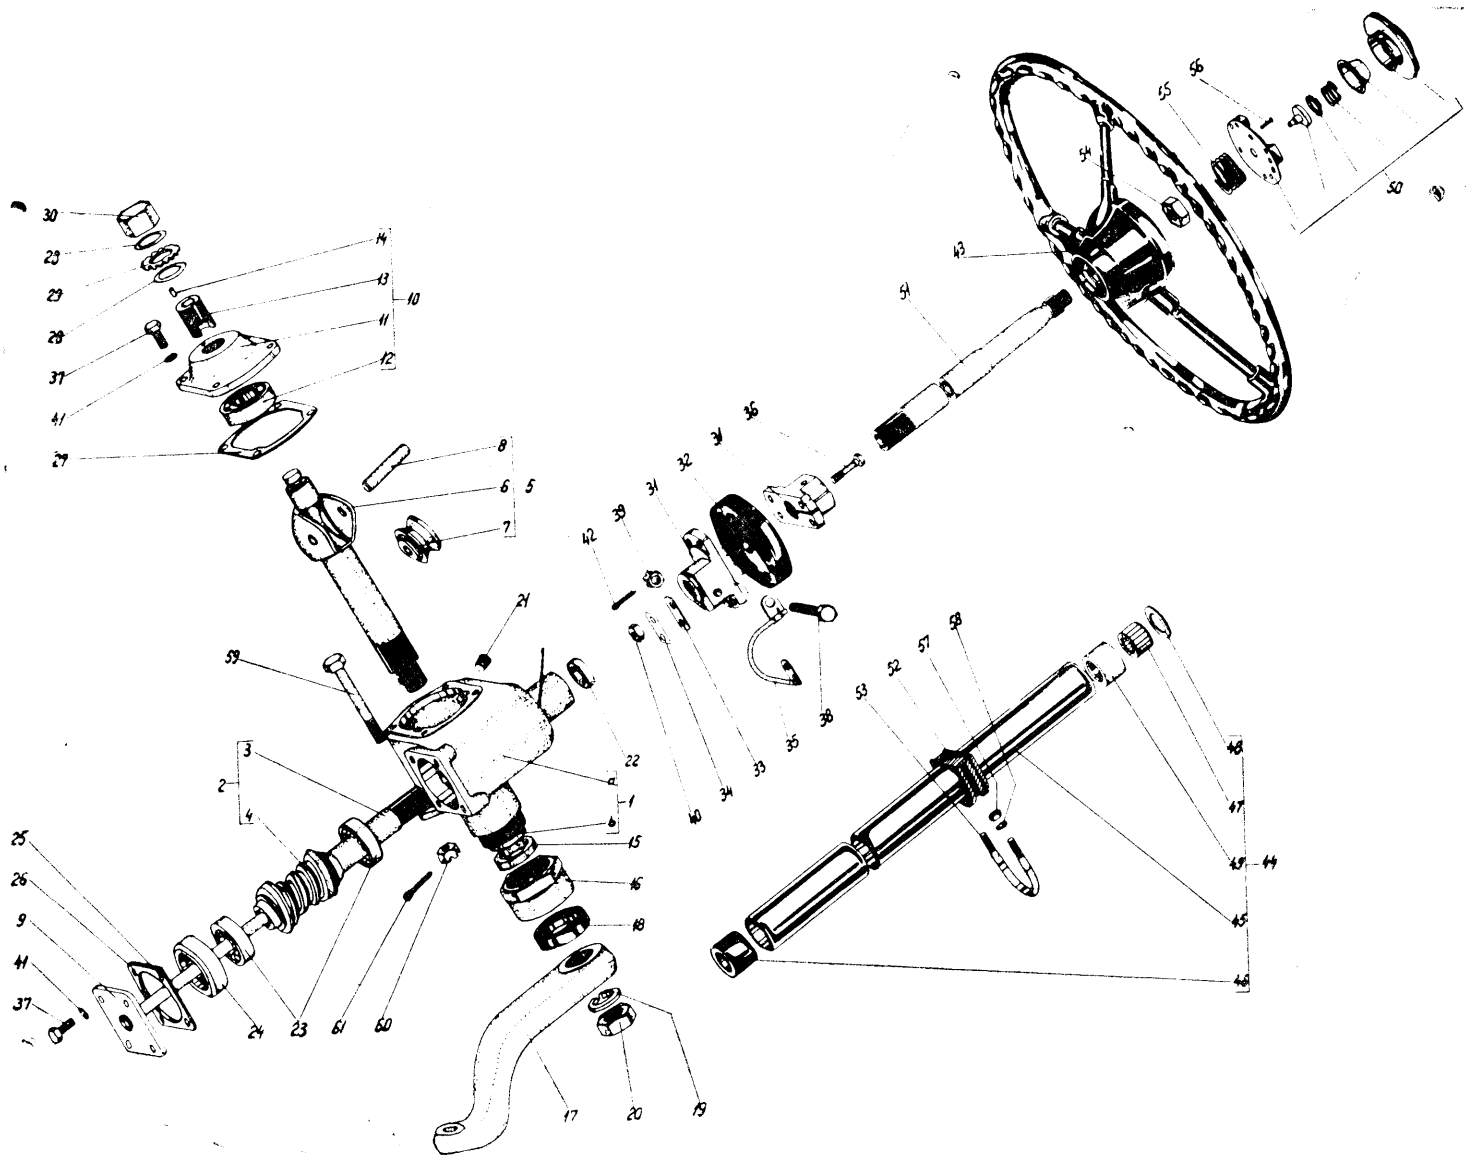

Abb. 105. Lenkung.
- Die Mutter (20) Abb. 105 wird gelöst.
- Der Lenkstockhebel (17) wird abgezogen.
- Dichtungsdeckel (16) vom Gehäuse abschrauben.
- Die Gegenmutter der Einstellschraube (30) wird gelöst.
- Ebenso die 4 Schrauben (37) des Abschlussdeckels (10).
- Man löst den Splint (42) und die Schraube (38), welche den Lenkspindelflansch (31) mit der Lenkspindel (3) verbindet.
- Man löst die Schrauben (37) und hebt den Abschlussdeckel (9) und den vollständigen Unterteil der Lenkspindel (2) ab.
— Das Einstellen erfolgt mit Hilfe der Einstellschraube (13) Abb. 105. Der Lenkstock steht in Mittelstellung. Bei richtigem Einstellen soll das Drehmoment an der unteren Spindel 0,28—0,45 kpm betragen. Das Drehmoment mit Vorrichtung D55 messen.
— Man montiert den Dichtring (28) Abb. 105, setzt die Zahnscheiben (29) der Einstellschraube auf den Zylinderstift, (14), den zweiten Dichtring (28) und zieht mit der Gegenmutter (30) der Einstellschraube der Lenkstockhebelwelle an.